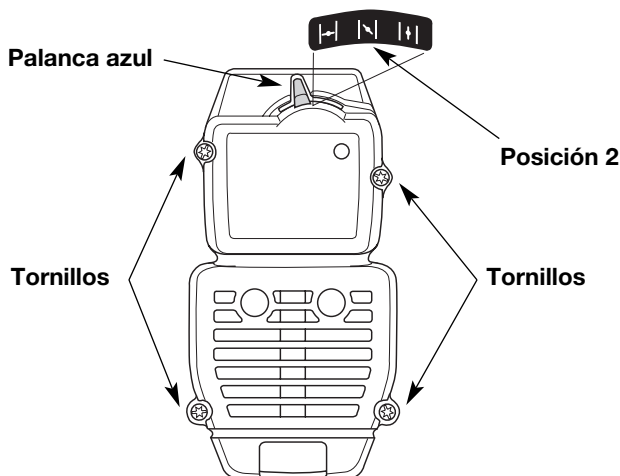

Fig. 17
NOTA: La palanca azul debe estar en Posición 2 (Fig. 17) para sacar la cubierta del silenciador / filtro de aire.
2. Saque los cuatro (4) tornillos que sostienen la cubierta del silenciador / filtro de aire (Fig. 17). Use un destornillador de broca Torx N° T20.
2. Inserte los cuatro (4) tornillos en los orificios de la cubierta del silenciador / filtro de aire (Fig. 17) y ajústelos. **No los ajuste demasiado.**